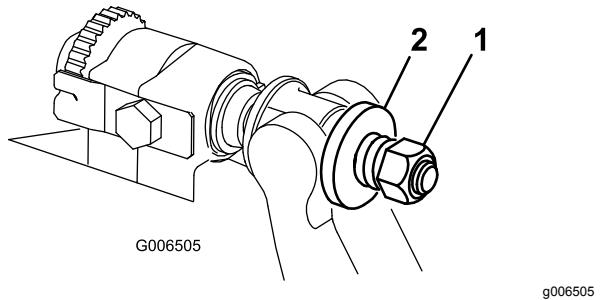

Figure 39
4. Serrez l'écrou de tension du ressort jusqu'à ce que les spires soient jointives, puis desserrez-le d'un demi-tour (Figure 39).